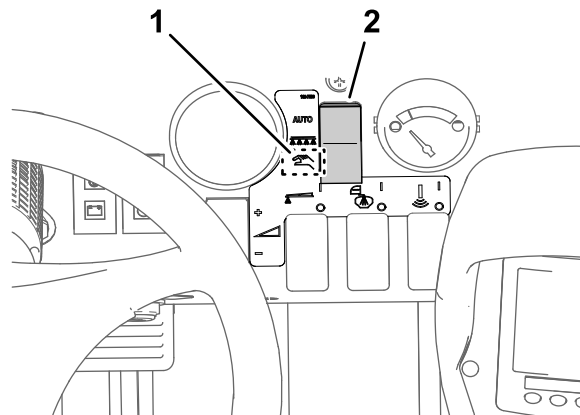

Figure 38
2. Placez le sélecteur de mode du pulvérisateur en position Mode manuel (Figure 38).